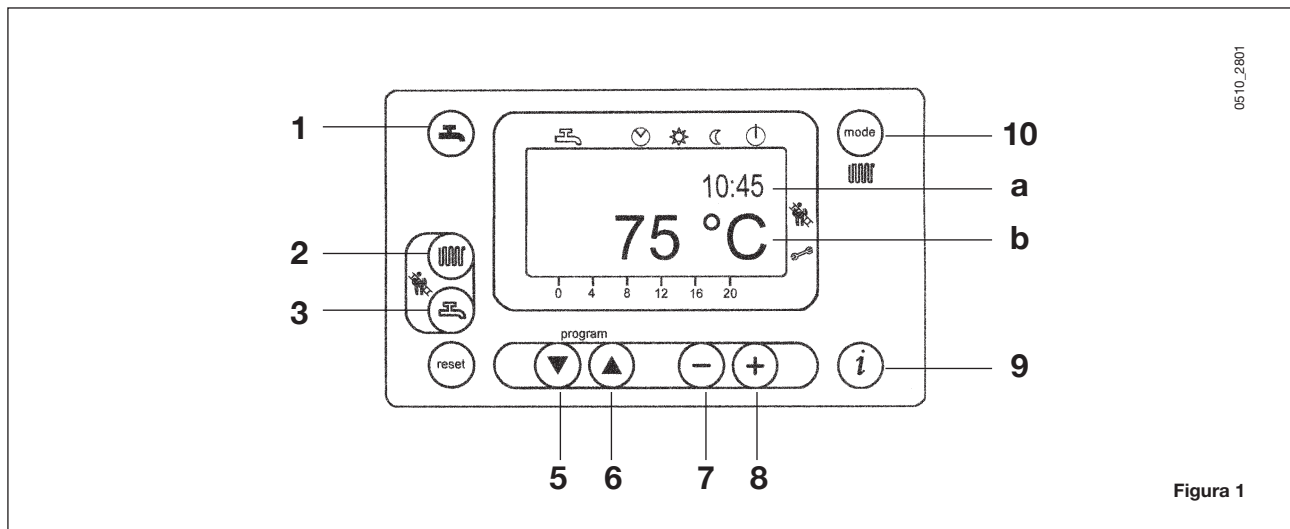
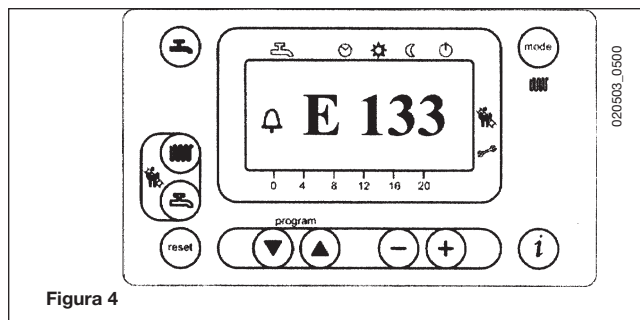
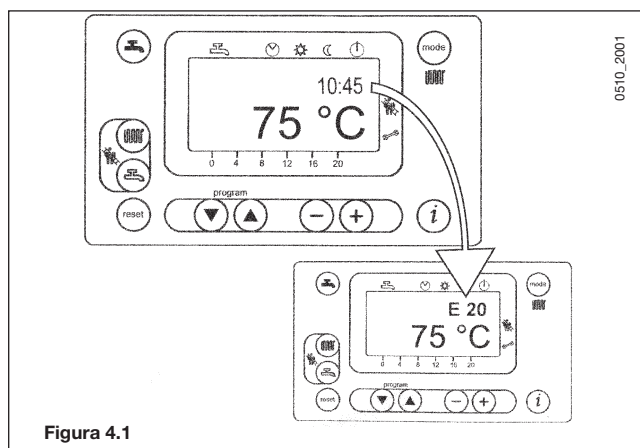

Figura 1
Figura 4
Figura 4.1
- Premere il tasto mode (2- figura 1) per impostare la temperatura dell'acqua di riscaldamento;
- premere uno dei due tasti mode (1 o 10 - figura 1) per memorizzare e ritornare al menù principale.
N.B – Con sonda esterna collegata, mediante il tasto mode (2 – figura 1) è possibile effettuare la traslazione della curva di riscaldamento. Premere i tasti \ominus \oplus per diminuire o aumentare la temperatura ambiente del locale da riscaldare.
- Premere il tasto mode (3- figura 1) per impostare la temperatura massima dell'acqua sanitaria;
Sul display principale (figura 1 a) compaiono le segnalazioni di anomalia assieme al simbolo  (figura 4).
Sul display secondario (figura 1 b) compaiono le segnalazioni di anomalia e l'ora che si alternano lampeggiando (figura 4.1). Non è possibile resettare le segnalazioni di anomalia che compaiono sul display secondario in quanto deve essere prima rimossa la causa che ne ha provocato la segnalazione.